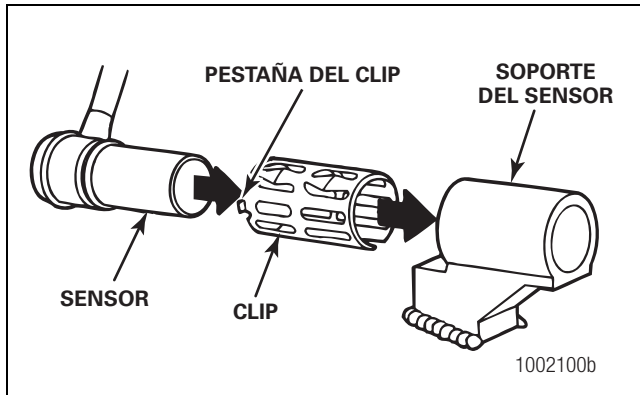

Figura 6.1
- Empuje el clip del sensor hacia el interior del soporte del sensor desde el lado de adentro, hasta que las pestañas del clip queden en contacto con el soporte del sensor. Empuje el sensor hacia el interior del clip lo más que sea posible. Figura 6.1.